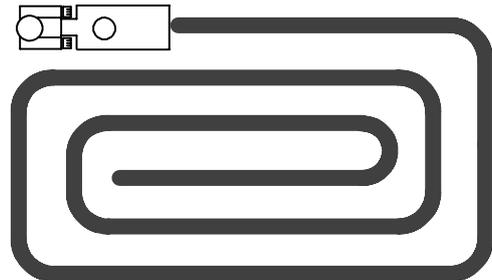

ABB. 12
2. Gehen Sie beim Reinigen großer Räume nach einem "einstürzenden Rechteckmuster" vor (Abbildung 12).